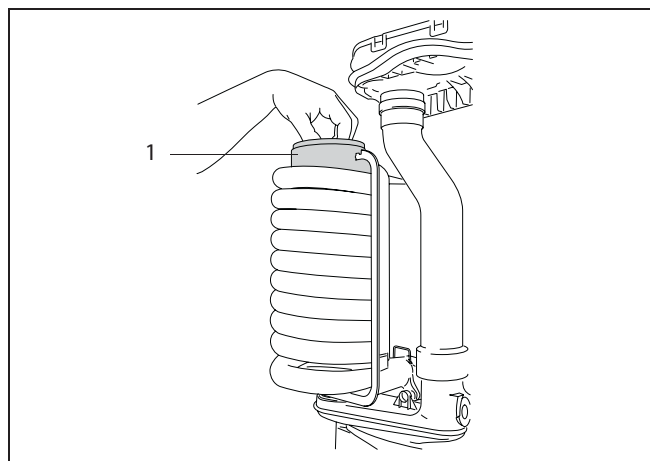

Fig. 43 Rimozione del ventilatore dei fumi
- Rimuovere il semi involucro anteriore della camera di combustione (fig. 43, pos. 1).
- Togliere la guarnizione in gomma nella camera di combustione in alto (fig. 43, pos. 1) ed estrarre il bruciatore dall'alto.